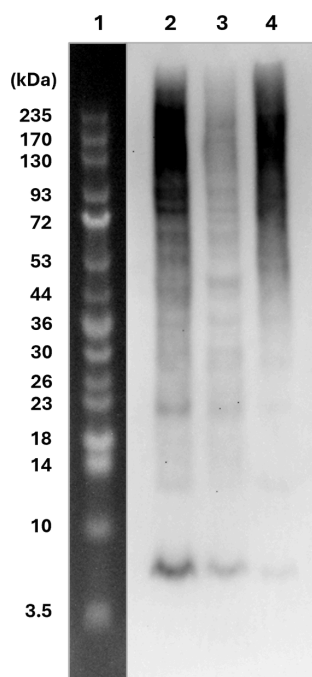

図1. 哺乳類細胞を用いた免疫沈降
図1と同様の免疫沈降アッセイから得た溶出画分を用いて、3 枚の PVDF プロットを作製し、それぞれ異なるブロッキング剤・一次抗体・二次抗体（二次試薬）（以下レーン情報を参照）を組み合わせ使用した。各プロットに対して ECL 法を用いてユビキチン化タンパク質の検出を行った。レーン 3 およびレーン 4 では、ユビキチン化タンパク質に加えて、ストレプトアビジンビーズから解離した Anti-Pan Ubiquitin Monobody, Biotin が同時に検出されており（矢頭）、検出系によりシグナルパターンが異なることが確認された。
(B) 免疫沈降、SDS-PAGE、およびウェスタンブロッティングは図 1 と同様のプロトコルに従って実施した（ただし、溶出画分の希釈は省略）。